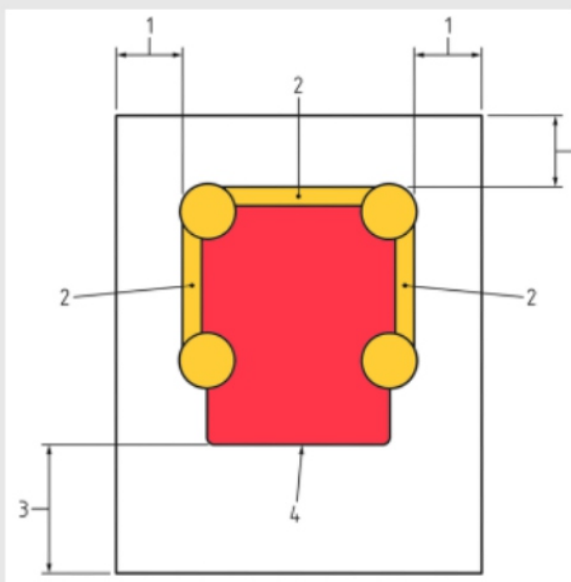

Abbildung 1
- Um die Hüpfburg muss ein Bereich freigehalten werden, in dem sich kein Hindernis befindet, welches Verletzungen verursachen kann. Die Größe des freien Bereiches ist festzulegen in dem die Höhe der höchsten Plattform durch 2 dividiert wird. Der freie Bereich muss bei Seiten mit Wänden mindestens 1,8 m betragen und bei freien Seiten mindestens 3,5 m betragen (siehe Abbildung 1).